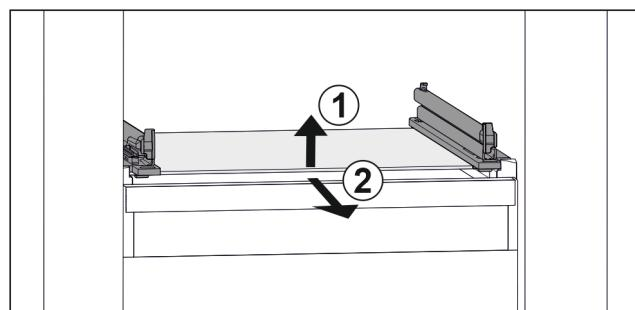

Fig. 47 Primjerni prikaz staklene ploče
- Staklenu ploču podignite sprijeda. Fig. 47 (1)
- Izvadite staklenu ploču prema naprijed. Fig. 47 (2)